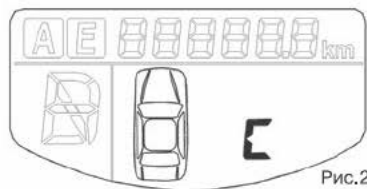

Рис.2
- Длительное нажатие (около 6 секунд) на "SET" на аварийном выключателе давления в шинах переведет вас в изменение настроек положения колес. Теперь давление, температура и иконка каждого колеса на отображаются на LCD дисплее. LCD показывает "C", смотрите рисунок 2:
8. Меняя настройки колеса, после короткого нажатия клавиши "+" переднее колесо отобразится на дисплее и будет мигать. После короткого нажатия клавиши "+" можно выбрать следующее колесо по часовой стрелке. Нажмите кнопку "SET" для подтверждения замены одного колеса. Эта иконка перестанет мигать и нормально отобразится. Продолжайте нажимать "+" по часовой стрелке, чтобы выбрать следующее сменное колесо, нажмите кнопку "SET" для подтверждения выбранного колеса. Когда выберете положение второго колеса, длительное нажатие (около 6 секунд) на "SET" отменит настройки и вернется в исходное положение. Кратким нажатием на "SET" подтвердите изменения, а затем отобразится исходное положение колеса, смотрите рисунок 2.